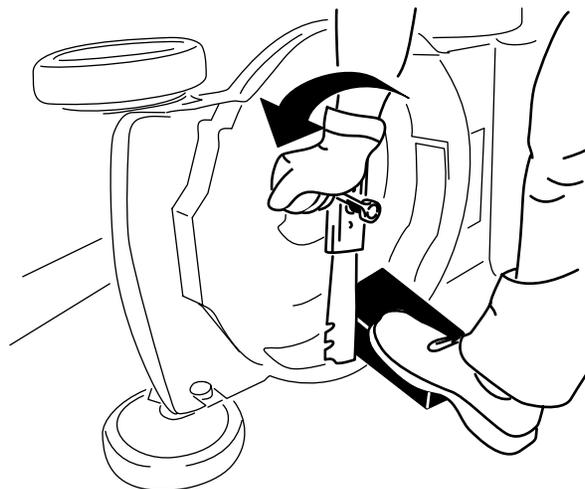

Рисунок 38
3. Используйте деревянную подкладку для неподвижного удерживания ножа (Рисунок 38).
4. Снимите нож, сохранив все крепежные детали (Рисунок 38).